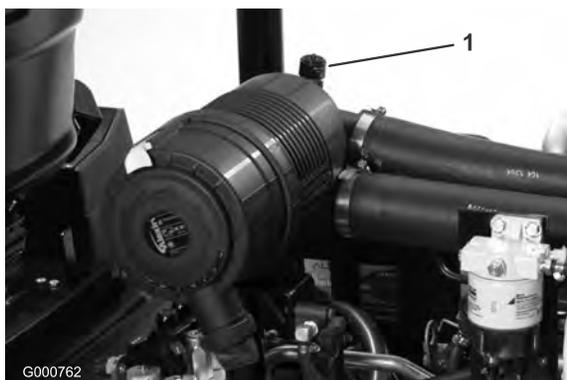

Figura 50
Effettuate la manutenzione del filtro dell'aria quando l'indicatore (Figura 50) lo richiede. Sostituendo il filtro dell'aria prima del necessario si aumenta il rischio che la morchia penetri nel motore quando si toglie il filtro.
6. Se la spia (Figura 50) è rossa, resettatela.